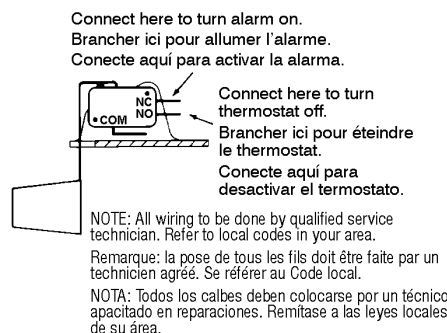

Fig. 2
- Safety switch: The safety overflow switch should be connected to a class II low voltage circuit. To control a thermostatic circuit the COM and NO connections from the safety switch are to be wired in series with the low voltage thermostat circuit to shut down the heating/AC circuit. The COM and NC switch contacts may be used to actuate a low voltage alarm circuit (connected in series) if the heating/cooling system can not be disrupted. The safety switch comes from the factory with leads connected to the COM and NO switch terminals. See Fig. 2 and 3 for typical hook-up of NC circuits.
3. Disjoncteur : Le disjoncteur de débordement doit être connecté à un circuit à basse tension de catégorie II. Pour commander un circuit thermostatique, les connexions COM et NO de l'interrupteur de sécurité doivent être branchées en série avec le circuit basse tension du thermostat; il est alors possible de couper le système de chauffage/climatisation. Si une telle coupure n'est pas désirée, les contacts COM and NO peuvent aussi être utilisés pour activer une alarme de faible tension (branchée en série). L'interrupteur de sécurité a été réglé en usine avec des fils raccordés aux bornes COM et NO. L'assemblage typique de circuits 'NC' serait (Figures 2 & 3).